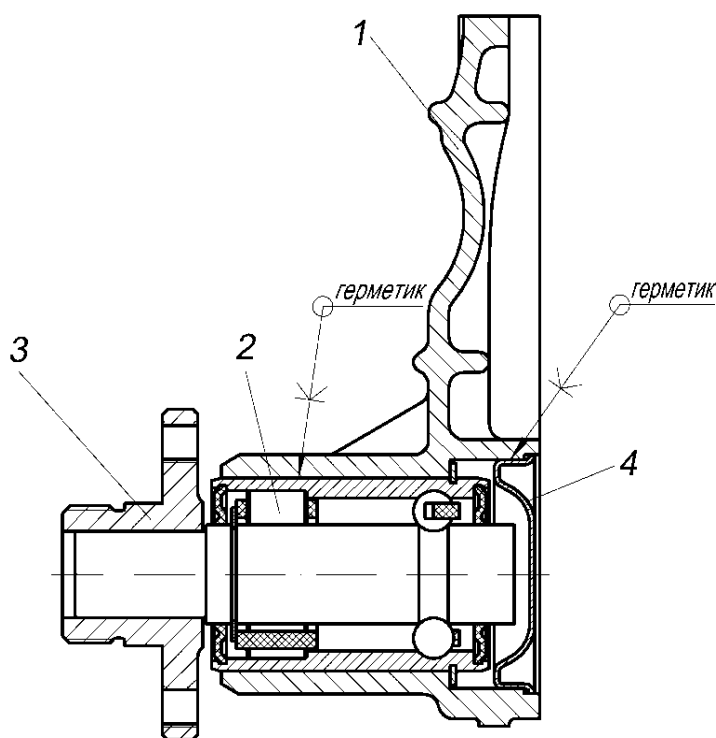

Рис.36. Опора вентилятора:
**Опора вентилятора** (рис.36) – объединена с передней крышкой головки цилиндров. В передней крышке 1 головки цилиндров, отлитой из алюминиевого сплава, установлен на анаэробном герметике комбинированный специальный подшипник 2 с двухсторонним уплотнением, на валик которого напрессована ступица 3 крепления шкива вентилятора. Подшипник заполнен смазкой на заводе-изготовителе и в процессе эксплуатации добавления смазки не требуется. Со стороны головки цилиндров подшипник закрыт крышкой 4, установленной на анаэробном герметике.